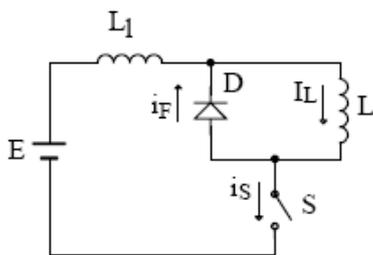

Figura 6 – Circuito para estudo da comutação.
Para estudar a comutação (entrada em condução e bloqueio) do diodo, será utilizado um circuito auxiliar, fictício, mostrado na Figura 6. Este circuito é formado por uma fonte (E), uma indutância parasita (das trilhas, dos fios, etc.) L_1 , um diodo D , uma chave S e um indutor de grande valor L . Este indutor de grande valor representa uma fonte de corrente, ou seja, a corrente I_L varia muito pouco nos instantes da comutação.